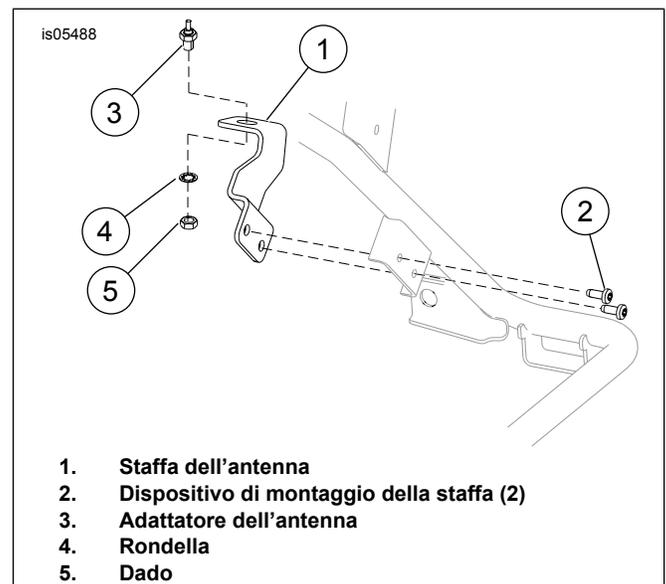
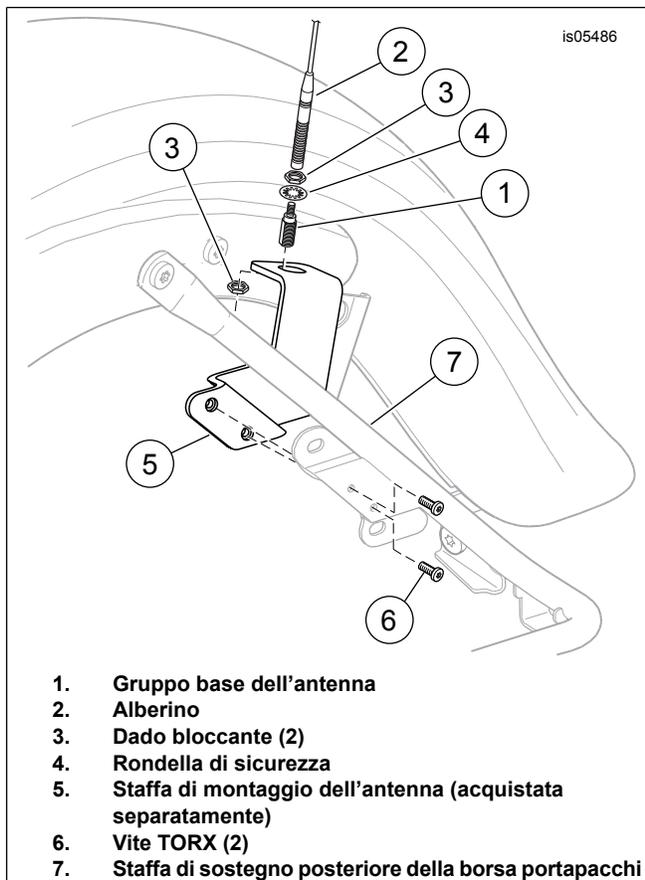
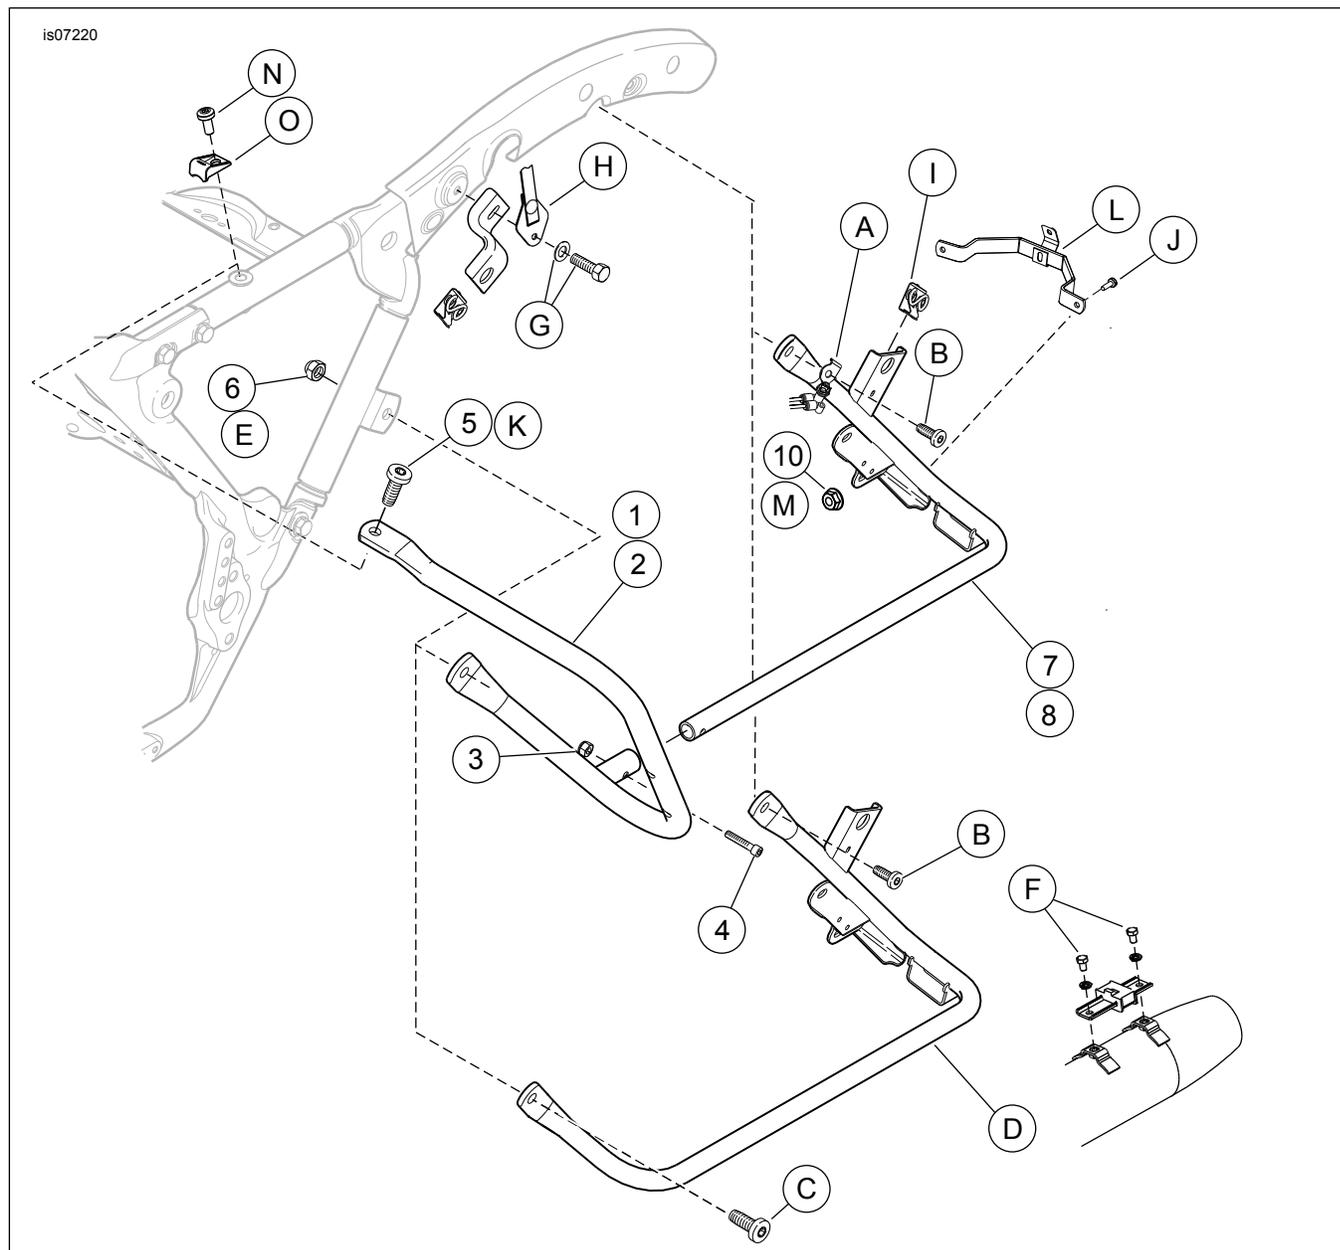

Figura 1. Rimuovere l'antenna e la staffa.
Figura 2. Staffa di montaggio dell'antenna
Figura 3. Parti di ricambio: Kit protezione della borsa portapacchi (mostrato il lato sinistro)
Vedere Figura 3 e Tabella 1.
2. Vedere Figura 3. Togliere la vite e la rondella (G) della cinghia di appiglio. Togliere la cinghia di appiglio (H). Rimuovere la sella seguendo le istruzioni riportate nel manuale di manutenzione.
3. Se in dotazione, rimuovere il paracolpi della sella (O) e la vite (N).
6. Vedere Figura 3. Togliere le viti (F) che fissano i supporti delle borse ai sostegni della marmitta.
7. Rimuovere il bullone (J) e il dado (M). Conservare il bullone (J) per l'installazione. Eliminare il dado (M).
8. Togliere le viti (B, K e C) ed il dado (E). Conservare le viti (B e C) per l'installazione. Eliminare il dado (E) e la vite (K).
9. Togliere la sede del prigioniero (I) e conservarla per l'installazione.
10. Vedere Figura 1. Rimuovere la staffa dell'antenna (1), i dispositivi di montaggio (2), il dado (5) di montaggio dell'antenna, la rondella (4) e l'adattatore dell'antenna (3). Conservare l'antenna e la bulloneria, gettare la staffa.
11. Togliere il sostegno (D) ed eliminarlo.
1. Vedere Figura 3. Installare la vite di montaggio del sostegno posteriore della borsa portapacchi (B) attraverso la staffa della sospensione pneumatica (A) e il sostegno della borsa portapacchi (7). Installare a mano la vite.
2. Installare il bullone (J) ed il dado (10). Serrare a mano.
3. Installare la sede del prigioniero (I) nel sostegno della borsa portapacchi (7).
4. Vedere Figura 2. Installare la staffa dell'antenna con la bulloneria (rimossa in precedenza).
5. Installare la nuova protezione anteriore della borsa portapacchi (1 o 2) sul relativo sostegno (7).
6. Installare la vite (4) e il dado (3). Serrare a mano.
7. Fissare la protezione anteriore della borsa portapacchi con i bulloni superiore (5) ed inferiore (C) con il dado (6). Serrare a mano.
8. Serrare la vite superiore (5) della protezione anteriore ad una coppia di 43–49 N·m (32–36 ft-lbs).
9. Stringere la vite inferiore (C) e il dado (6) ad una coppia di 43–49 N·m (32–36 ft-lbs).
10. Stringere la vite (4) del sostegno della borsa portapacchi e il dado (3) ad una coppia di 8–11 N·m (70–100 in-lbs).
11. Serrare la vite di fissaggio del sostegno della borsa portapacchi posteriore (B) ad una coppia di 20–27 N·m (15–20 ft-lbs).
12. Serrare la vite della staffa del parafrangente (J) e il dado (10) ad una coppia di 20–27 N·m (15–20 ft-lbs).
13. Installare la marmitta con le viti (F) e rimuovere il sostegno di legno. Serrare le viti ad una coppia di 10,8–16,3 N·m (96–144 in-lbs).